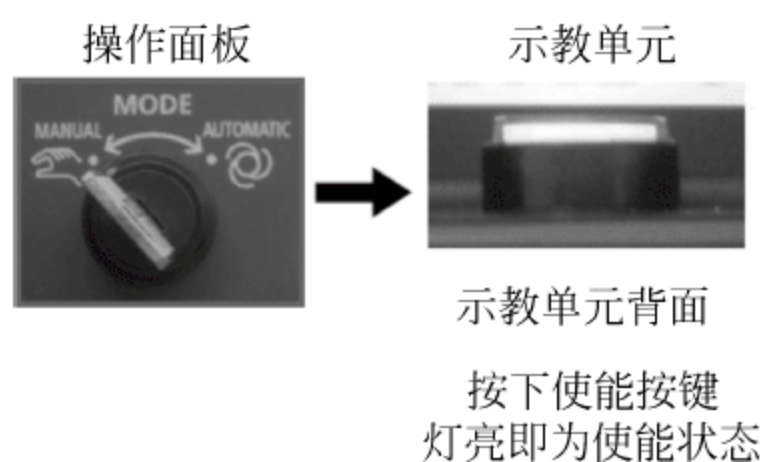

图 29-24 模式开关及使能开关操作
(1) 设置控制模式为“手动”,设置 TB 为使能状态 ENABLE,如图 29-24 所示。